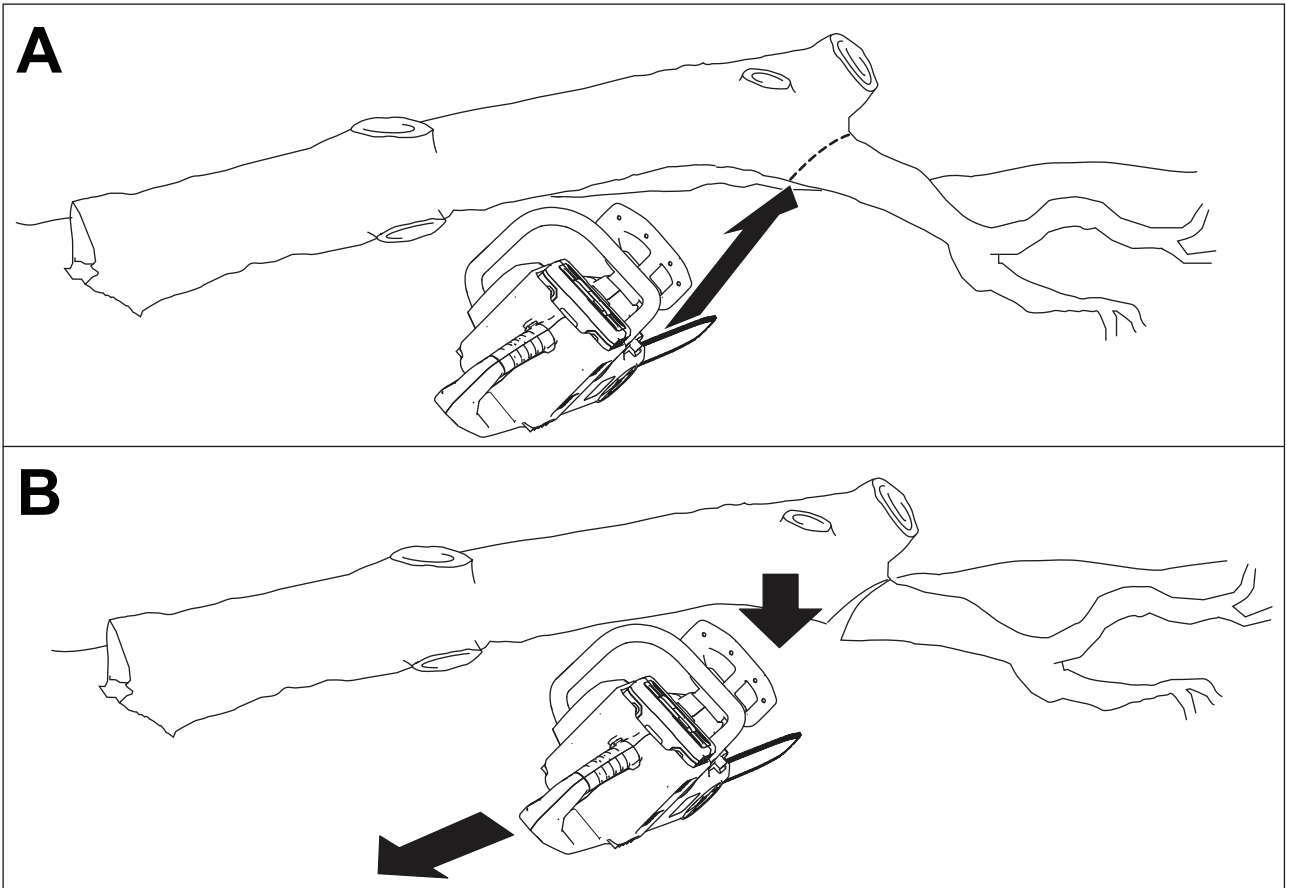

Figura 18
3. Corte las ramas más grandes que soportan el peso del árbol desde la parte inferior hacia arriba, para que las ramas no aprieten la cuchilla de la sierra (Figura 18).